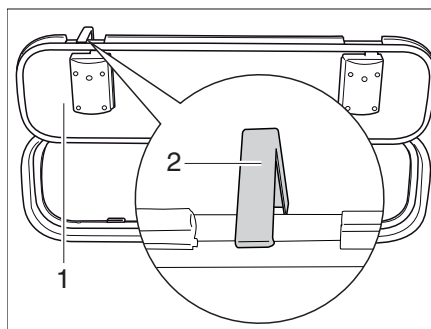

Fig. 53 Crochet de sécurité du portillon extérieur
- Ouvrir le portillon extérieur (Fig. 53,1) et tourner vers le haut le crochet de sécurité (Fig. 53,2) à la paroi du véhicule.
- Pousser le crochet de sécurité (Fig. 53,2) vers le haut.